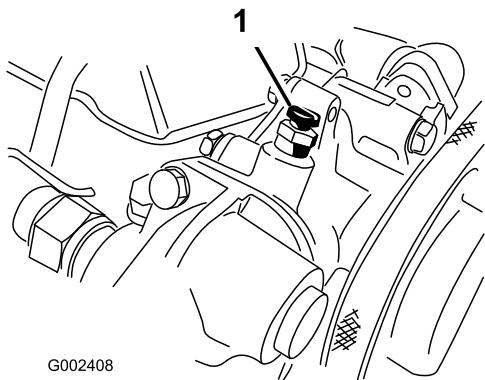

Рисунок 65
- Откройте продувочный винт наверху водяного насоса (Рисунок 65).